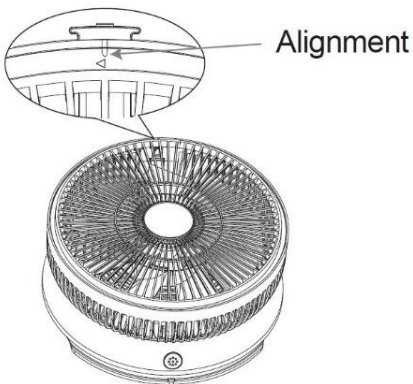

图 13
- 用手按住风扇前网边框，顺时针向右旋转前网凹槽与后网对准后锁紧 (如图 13)。